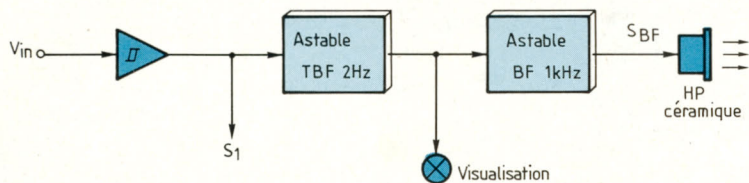

Fig. 1 : Schéma fonctionnel.
**L**es photos sont éloquentes : le format lilliputien du module permet de le loger partout où l'on aura besoin de lui. Le schéma fonctionnel de la figure 1 présente l'architecture du montage.